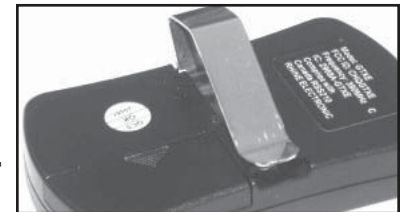

FIG. 8-3 Acople el sujetador de visera
- Hará un clic en el lugar (**Fig. 8-3**).